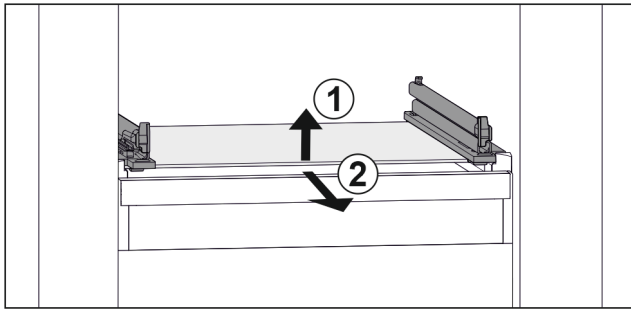

Fig. 153 Приблизне відображення скляної пластини
- ▶ Підняти скляну пластину спереду. Fig. 153 (1)
- ▶ Вийняти скляну пластину рухом вперед. Fig. 153 (2)